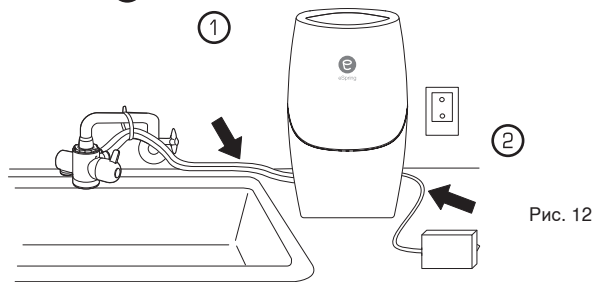

Рис. 12
1. **Расположите** прибор где вам удобно поблизости от крана - так, чтобы длины трубок хватало для соединения ① и длины шнура адаптера электропитания хватало для подключения к электросети ② (рис. 12).